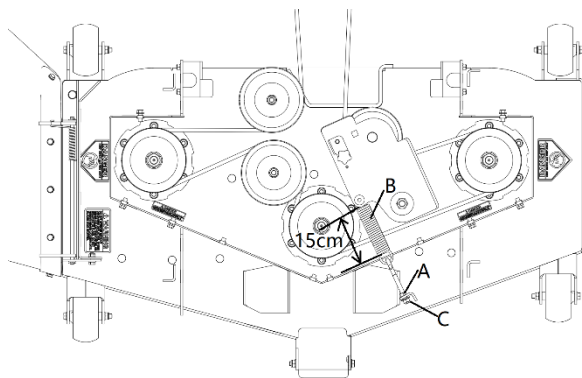

Рис. 19
Натяжение ремня устанавливается на заводе, но после первого часа использования может потребоваться его регулировка. Периодически необходимо проверять натяжение ремня, следуя приведенной ниже процедуре (См. рис. 19).
7.3.3 Увеличьте натяжение ремня, повернув тяговую гайку (С) по часовой стрелке, и уменьшите натяжение ремня, повернув тяговую гайку против часовой стрелки (См. Рис. 19).